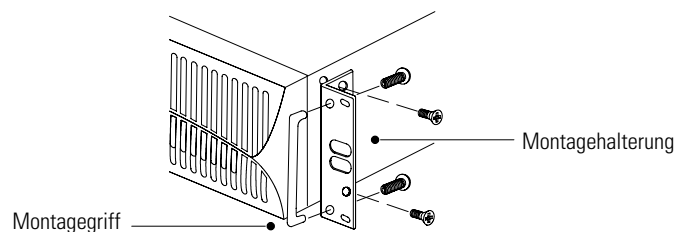

Abbildung 4. Einbauen der Montagehalterungen
2. Die mitgelieferten Montagegriffe an den Montagehalterungen befestigen und mit den mitgelieferten Schrauben sichern (siehe Abbildung 4).
3. Die Halterungen nach den Schraubenlöchern auf der Seite der USV ausrichten und mit den mitgelieferten Schrauben sichern (siehe Abbildung 4).